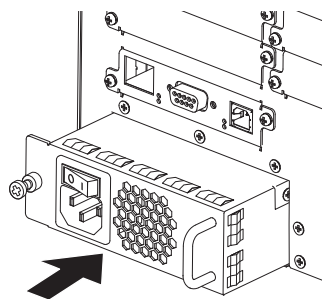

図2
2) 新しく取り付ける電源ユニットを挿入位置に注意して押し込む（図 2）